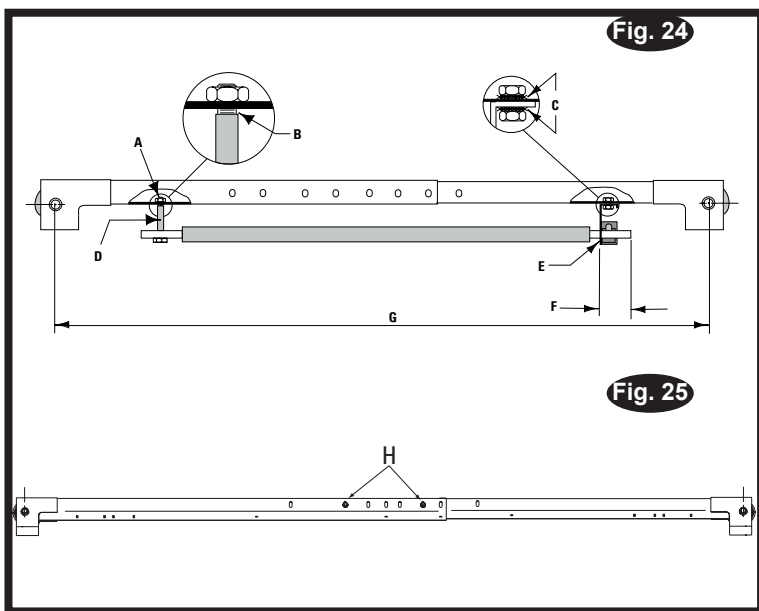

Fig. 24/25 Détails
3. Insérez la vis à tête hexagonale M6 x 70 mm dans le perçage de pivot à l'extrémité de la barre de l'interrupteur. Insérez l'extrémité opposée de la bar dans la fente du support de montage de l'interrupteur, Fig. 24. Puis, utilisez des vis à tête hexagonale pour fixer la barre de l'interrupteur au montage en hauteur comme indiqué, à l'aide de (2) entretoises 19 mm et contre-écrous M6. Serrez un boulon hexagonal en laissant un espace de 1,6 mm entre l'entretoise et le montage en hauteur. Fig. 24